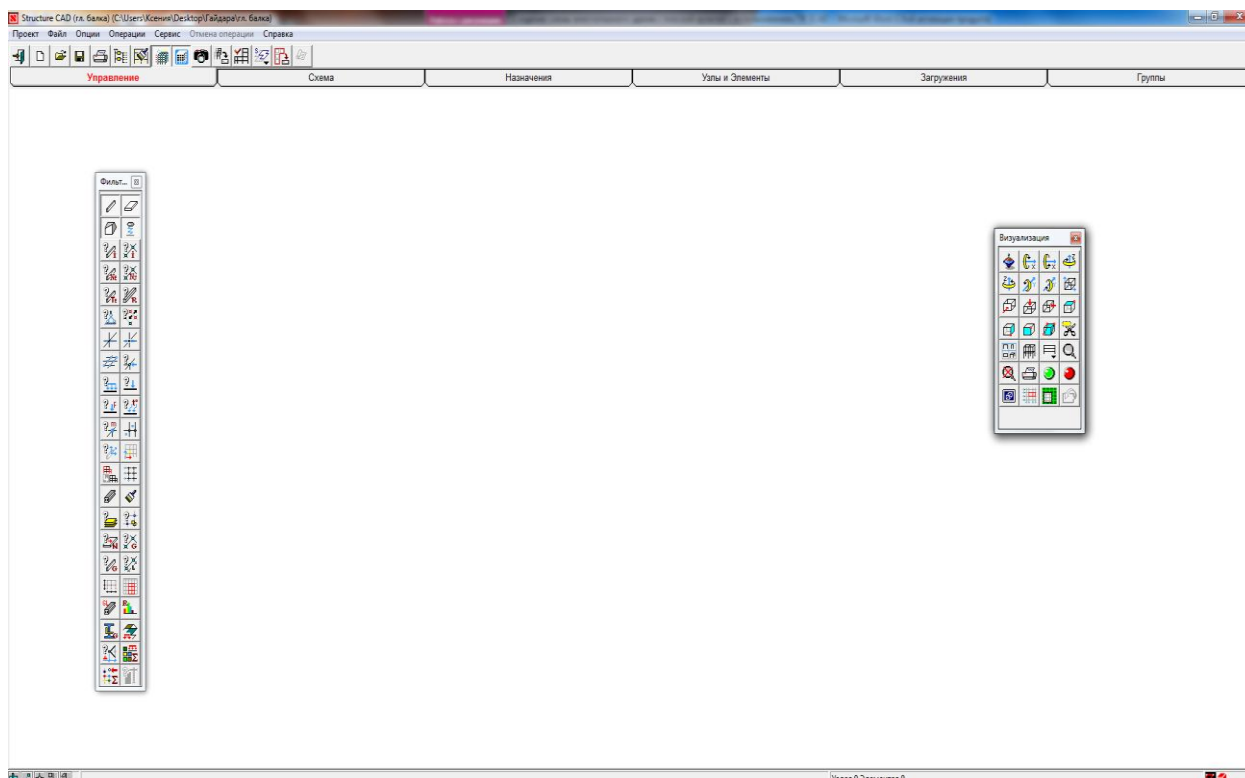

Рисунок 1.7 Рабочее окно препроцессора
5. Для начала работы по созданию расчетной схемы, курсор подводится к пиктограмме  с названием **Расчетная схема** и нажимается левая кнопка мыши. В результате откроется рабочее окно SCAD, состоящее из **панели Меню**, **Инструментальной панели** и **Панели вкладок** (рис.1.7).